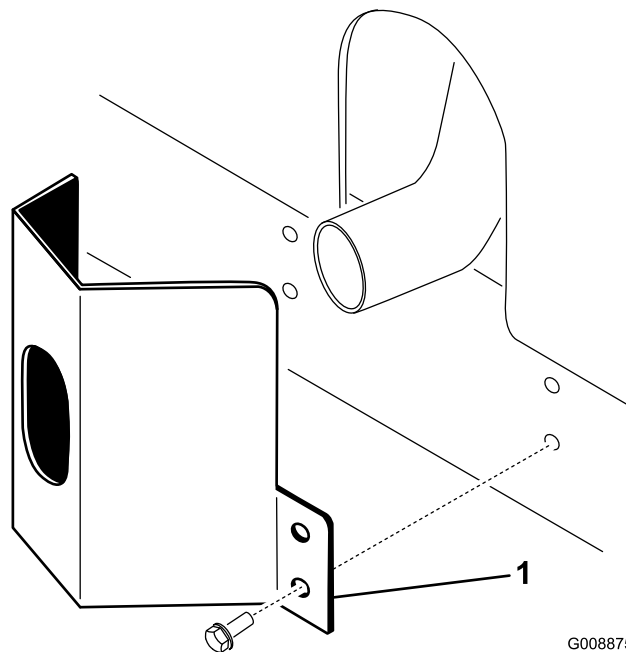

Figura 10
1. Coloque el protector del tubo de escape alrededor del silenciador, alineando los taladros de montaje con los del bastidor (Figura 10).
2. Fije el protector al bastidor con 4 tornillos autorroscantes (Figura 10).